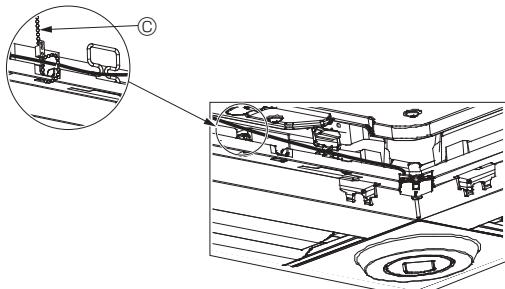

Fig. 10-12
- Fixez les fils du Capteur i-see et du récepteur de signal au panneau à l'aide des fixations, comme indiqué sur le schéma, de sorte qu'il n'y ait pas de mou au niveau des fils, puis coupez le fil qui dépasse aux extrémités de la fixation. (Fig. 10-12)
- Si la position du Capteur i-see a été permutee de la position "○" (E) à la position "□" (F), changez le réglage des fonctions. (Voir page 14.)